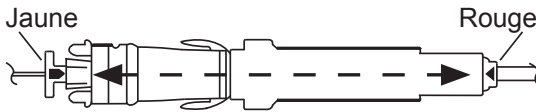

Figure 3 : Alignement de l'applicateur dans la sonde
9. Faire avancer l'applicateur pour aligner l'indicateur jaune (D) avec la flèche rouge de la sonde de biopsie. Se référer à la figure 3.